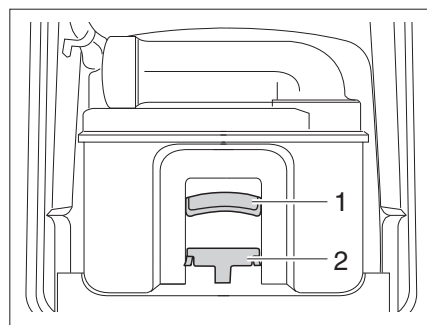

Fig. 157 Cassette Thetford
- Empujar el estribo de sujeción (Fig. 157,2) hacia delante para desbloquear el inodoro cassette y extraer el cassette con el tirador (Fig. 157,1).